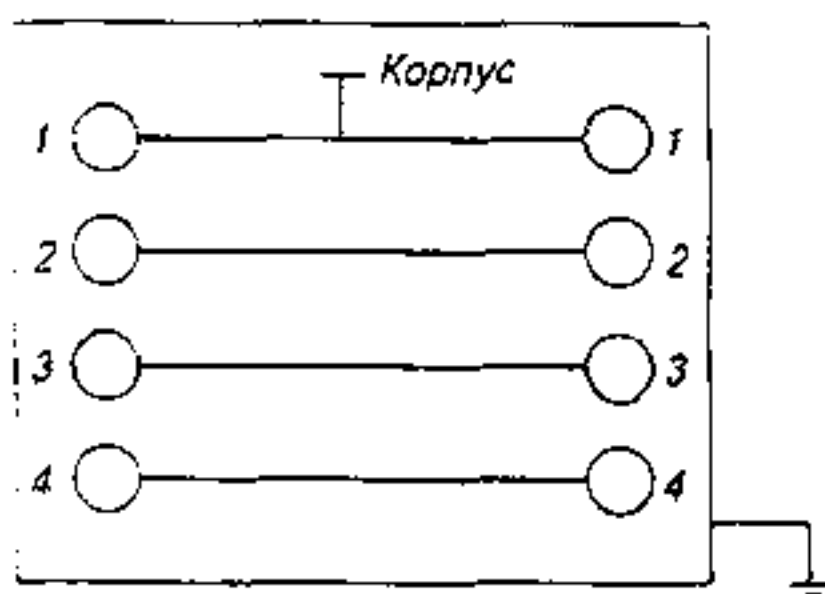

Рис.3
2.6.5 Пропустить кабель через корпус клеммного соединителя и шайбу стопорную 16. Вставить разделанные токопроводящие жилы кабеля в ближайшую клеммную колодку, с учетом схемы рис.3 и закрепить винтами.
2.7.5 Пропустить кабель через корпус клеммного соединителя со стороны шайбы стопорной 16. Вставить разделанные токопроводящие жилы кабеля в ближайшую клеммную колодку, с учетом схемы рис.3 и закрепить винтами.